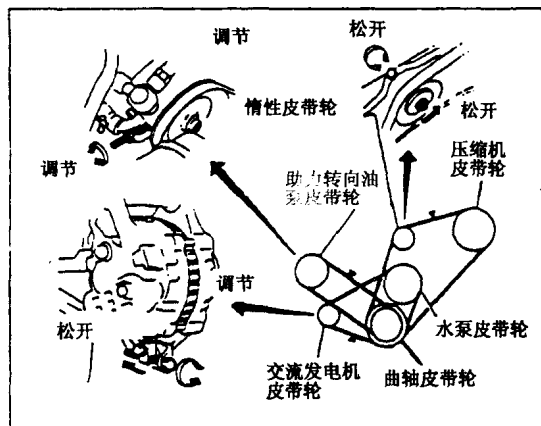

图 1-6
(1) 检查有无裂纹、磨损和油粘结，如有上述现象应及时更换。
(2) 推压皮带的中点，检查皮带的张紧度，见图 1-6。皮带张紧度见表 1-3。